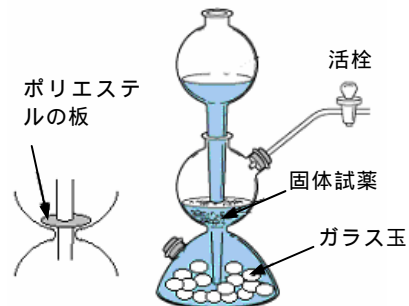

図40 キップの装置
- (イ) 液体試薬を節約するためにガラス玉などを詰めておくといよい。固体試薬がくびれ部分から落ちると気体発生が止められなくなるので、グラスウールかドーナツ形に切ったポリエステルの板をはめておくといよい。(図40)